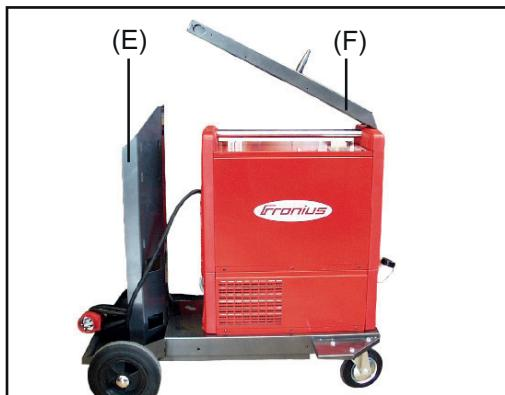

Fig. 6 Démonter le logement du dévidoir
- 3 Dévisser le logement du dévidoir (F) du support de bouteille de gaz (E) (Fig. 6)
- 4 Basculer le logement du dévidoir (F) vers le haut, le décrocher de la source de courant et le retirer (Fig. 6)
- 5 Retirer la courroie de sécurité du support de bouteille de gaz (E)